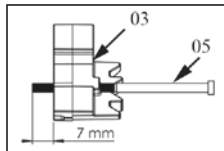
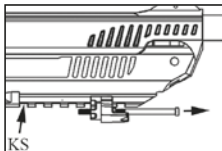
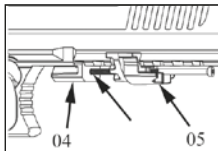
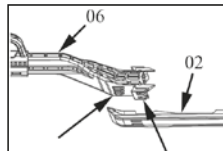

Figure 8
Figure 9
Figure 10
Figure 11
Comme dans la (figure 8), vers la pièce de tension no 03, en faisant attention aux directions du vis no 05, l'extrémité du vis va dépasser de 7-8 mm de l'autre côté. La pièce de tension no 03 préparée comme dans la (figure 8) est encore installée sur le rail standard inférieur du pistolet comme dans la (figure 9). Lors de cette opération également, l'on doit faire attention aux directions. La tête de la vis doit être dans la direction de tir du pistolet. Comme dans la (figure 10), elle doit être installée dans le trou de la pièce no 04, de manière à ce que l'extrémité de la vis no 05 vissée sur la pièce no 03, y passerait. Ce qu'il faut faire attention ici, c'est qu'elle soit installée sur la dernière du canal du rail standard (figure 9) (KS). Sinon, le montage n'est pas réalisé (figure 10). Comme dans la (figure 11), elle doit être assemblée sur les canaux coniques indiqués par une flèche, du bras no 06, de manière à ce que les canaux du bras latéral no 02 y passeront.